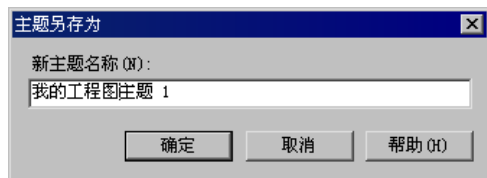

图 2.3.9 “主题另存为”对话框
Step4. 单击 **另存为(S)** 按钮，然后在弹出的“主题另存为”对话框中输入图 2.3.9 所示的名称，单击 **确定** 按钮，然后在“定制”对话框中单击 **关闭** 按钮完成设置。